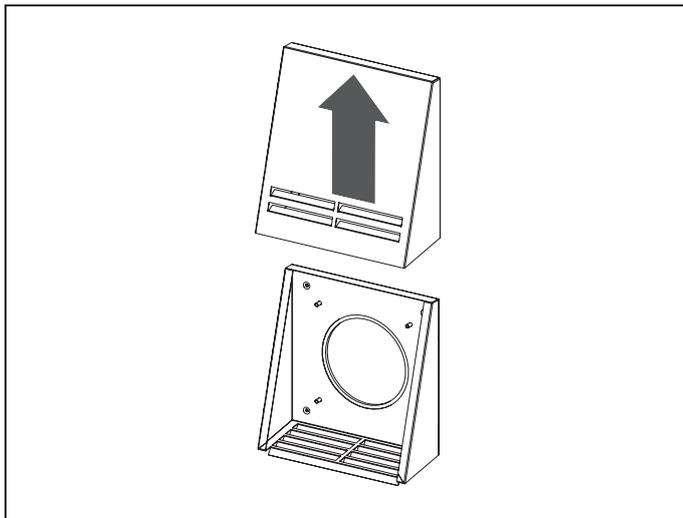

Рис. 26.
- Рис. 26 – для моделей VENTO Ergo A50 Pro и VENTO Ergo A50-1 Pro;